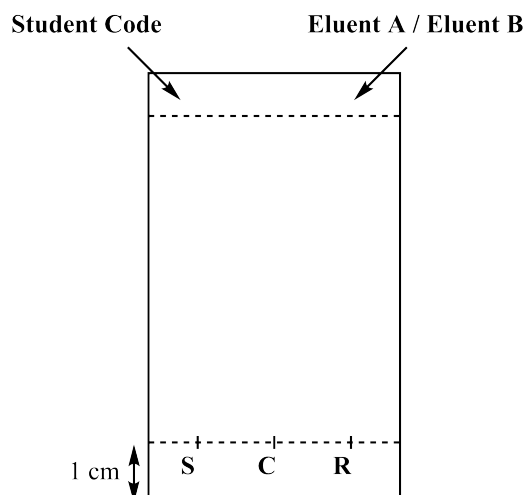

Figura 3. Preparação da placa de TLC
2. **Prepare as suas amostras.** Ser-lhe-á fornecido um porta-amostras, etiquetado com “TLC standard” (representado por S na placa, Figura 3), contendo 4-nitrobenzaldeído. Deve ter o seu produto inicial (porta amostras “C”) e o seu produto recristalizado (porta amostras “R”) **Adicione** 1 mL de etanol a cada um dos porta amostras e dissolva as amostras.
3. **Prepare a placa de TLC.** Use o lápis para **desenhar** com cuidado a linha do ponto de aplicação (1 cm acima do bordo da placa) e **marque** as posições para as três amostras, como mostra a figura 3. **Identifique-as como S** (reagente), **C** (Produto inicial) e **R** (Produto recristalizado). No topo esquerdo da placa **escreva** o seu **Código de Estudante**. No topo direito da placa, **indique** o eluente usado (primeiro deve usar o **Eluente A**, na outra placa deve usar o **Eluente B**). **Aplique** as três amostras na placa, usando os capilares.